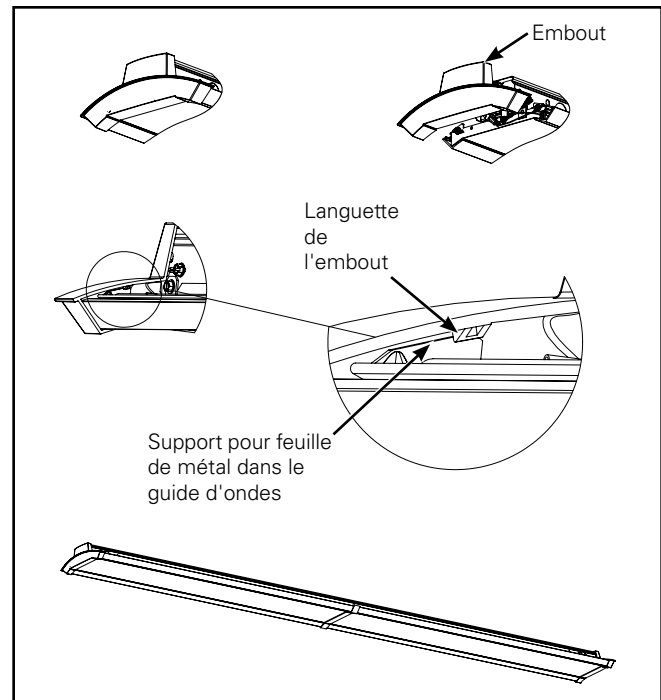

Figure 15.
10. Retirez les embouts de la boîte de pièces, fixez les embouts au luminaire. Repliez le faisceau de câblage et le fil de sécurité lors de l'installation. Les languettes des embouts doivent s'insérer complètement dans le support en métal. (Figure 15.)